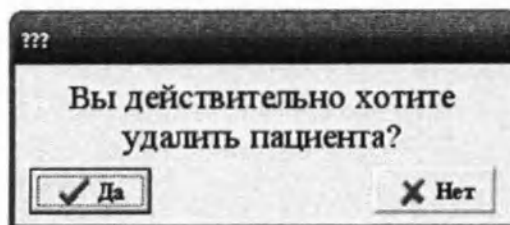

Рис. 17. Запрос на удаление карты пациента (со всеми записями)
- в ответ на запрос программы (рис. 17) щелкните на кнопке «Да». При этом выбранная карта будет полностью удалена из базы данных;